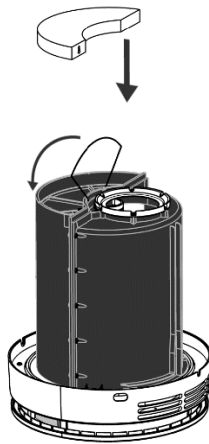

Abbildung 34 - Einen neuen äußeren Filter in das Lüftungsgerät einsetzen
7. Die innere Abdeckung wieder aufsetzen und das Lüftungsgerät auf die Abdeckung stellen. Einen neuen äußeren Filter einsetzen. Dabei muss die glatte Seite des Filters zum Lüftungsgerät zeigen, siehe Abbildung 34.